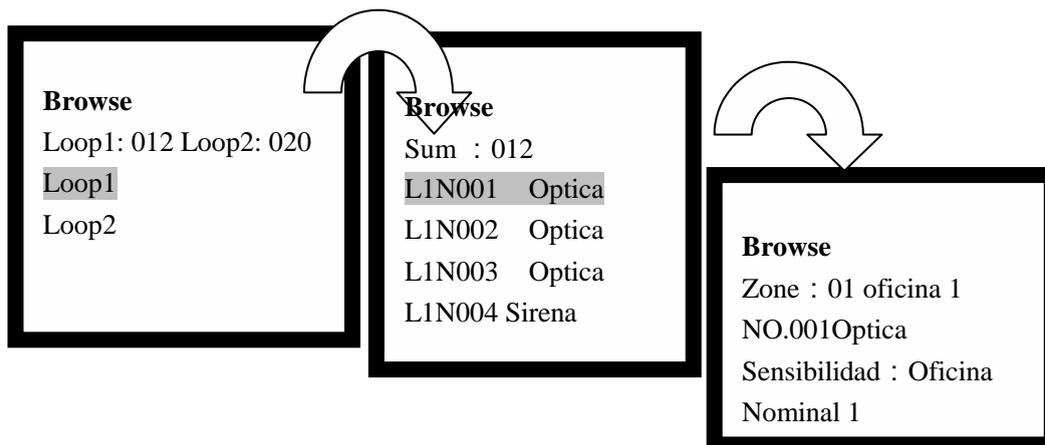

Fig. 6-4
- Ingresar número 1 para escoger "1. Los Dispositivos de Loop" entrarán en la pantalla para ver los dispositivos por loop, como se muestra en Fig. 6-4.